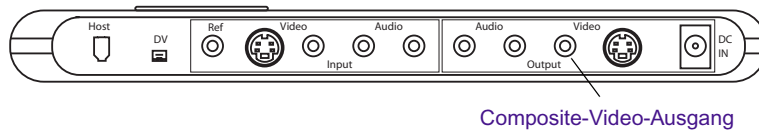

Abbildung 6 Anschließen eines Composite-Monitors
- Die durch den Avid Mojo DNA übertragenen Ein- und Ausgangssignale können Sie sehen, wenn Sie den Composite Video-Ausgang auf der Rückseite des Geräts verwenden. Verbinden Sie einen Composite-Monitor mit dem in Abbildung 6 gezeigten Anschluss.